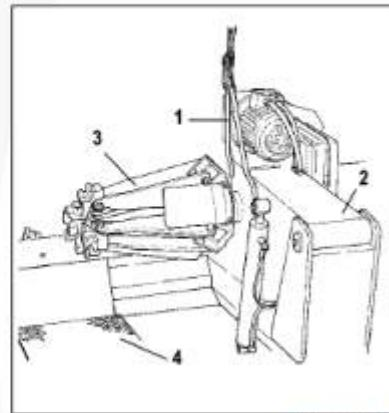

Рисунок 33
(на стенде для транспортировки установлена вилка 1 (рис. 33)).
1) Опустите вниз до конца кронштейн самоцентрирующейся цапни 2 (рис. 33).
2) Полностью сложите кронштейны цапни 3 (рис. 33).
3) Каретку 4 (рис. 33) до упора подведите к кронштейну.